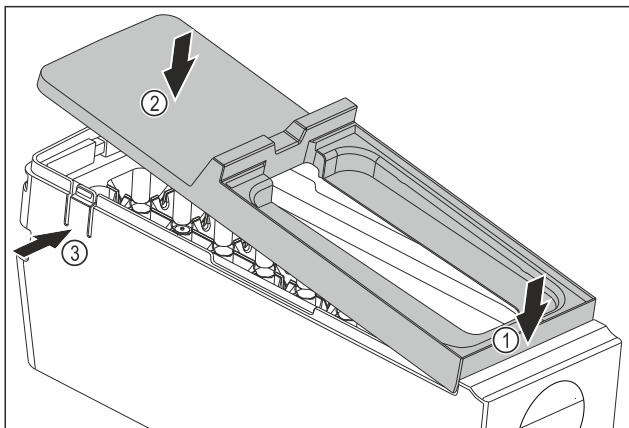

Fig. 90
- ▶ Монтаж на капака на корпуса на EasyTwist-Ice: Поставете капака отпред. Fig. 90 (1)
- ▶ Спуснете капака отзад. Fig. 90 (2)
- ▷ Капакът се фиксира с щракване в двете езичета Fig. 90 (3).